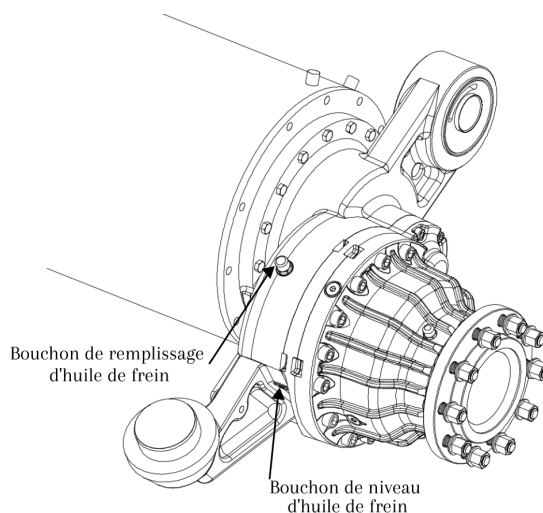

Figure 57. Emplacement du bouchon de remplissage d'huile de frein et du bouchon de niveau d'huile.
4. Localiser et retirer le bouchon de remplissage d'huile de frein (voir figure 57).
5. Recharger l'huile à travers les bouchons de remplissage jusqu'à ce qu'elle atteigne le niveau requis, en veillant à ce qu'elle ne déborde pas, mais qu'elle remplisse jusqu'à ce qu'elle déborde par le bouchon de niveau d'huile de frein (voir figure 57).